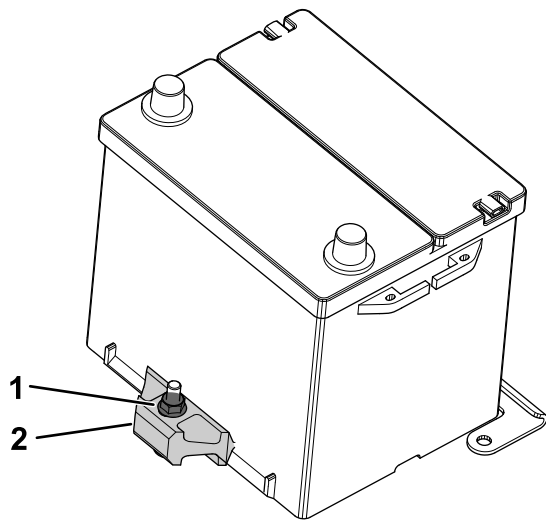

Figure 77
2. Desserrez le contre-écrou qui fixe le dispositif de retenue de la batterie et déposez la batterie de son support (Figure 77).
1. Placez la batterie sur son support et fixez-la au dispositif de retenue en serrant le contre-écrou (Figure 77).